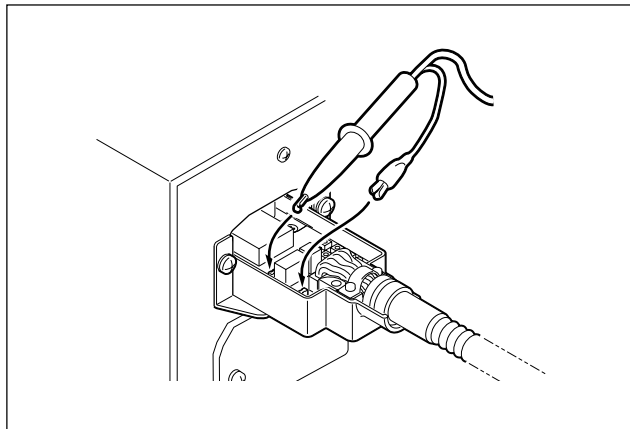

図4-5.
- ① プリアンプを表示ユニットに差込み、表示ユニットの電源をONにします。
- ② オシロスコープのプローブをプリアンプ基板上のPM端子へ、アースクリップをコネクタレセプタクルネジ部へ接続します。(図4-5.)